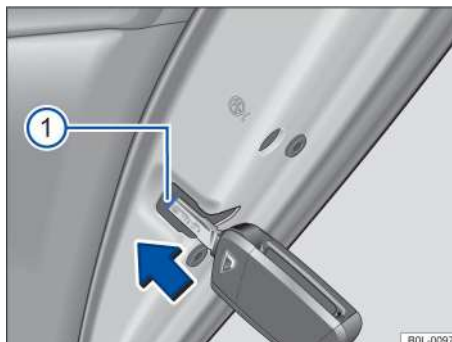

Рисунок 44. На торце правой задней двери: аварийное запирание автомобиля ключом от автомобиля
- Вставьте головку ключа в паз → Рисунок 44  и нажимайте внутрь в направлении стрелки до тех пор, пока фиксирующее устройство в пазу не защелкнется.